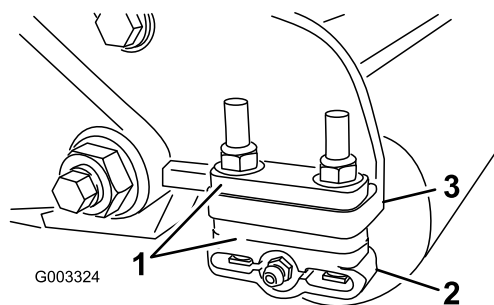

图 14
- 根据剪草高度表将所需数量的隔片放在侧板安装法兰 图 14 下将后滚筒支架 图 14 调节到所需的剪草高度范围。